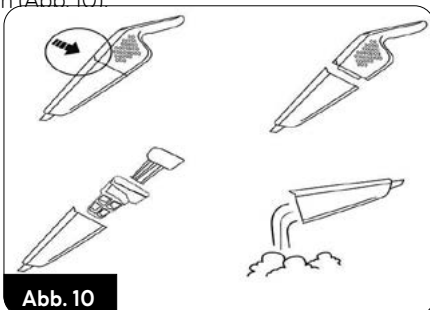

Abb. 10
6. Den Füllstand des Staubbehälters regelmäßig prüfen (12). Bei Überfüllung beeinträchtigt der Behälter die Effizienz des Geräts, erhöht den Stromverbrauch und verunreinigt die Filter schneller. Um den Staubbehälter zu leeren, schalten Sie den Staubsauger aus, entnehmen ihn mittels des Knopfs (8) aus dem Hauptgriff, lösen die Blockade des Staubbehälters (12) und entnehmen anschließend den HEPA-Filter (10) und den Filterkorpus (11) aus dem Behälter. Den Inhalt des Behälters in den Mülleimer kippen (Abb. 10).